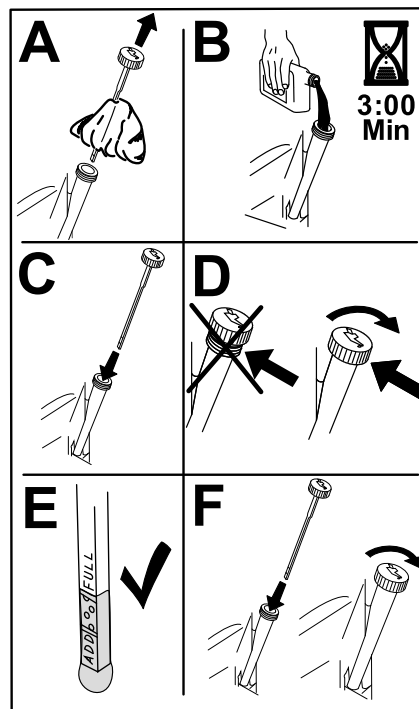

Figura 39
6. Vierta lentamente un 80% aproximadamente del aceite especificado por el tubo de llenado, luego añada lentamente el resto del aceite hasta que llegue a la marca de Lleno (Figura 39).